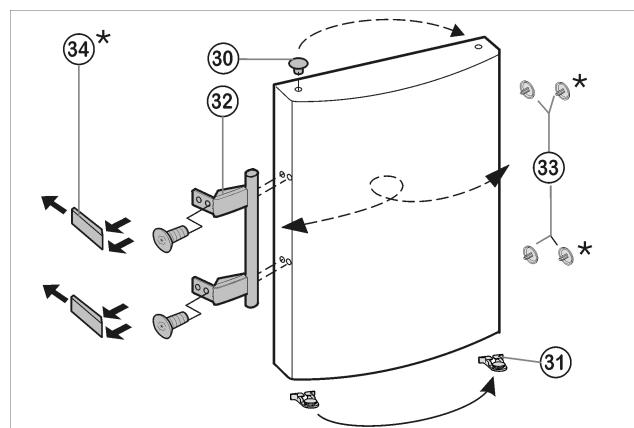

Fig. 7
- ▶ Витягніть пробки Fig. 7 (33) із втулок на дверцях і переставте їх.
- ▶ Зніміть ручку дверця Fig. 7 (32), пробки Fig. 7 (33) та пластини* Fig. 7 (34) і переставте на протилежний бік.